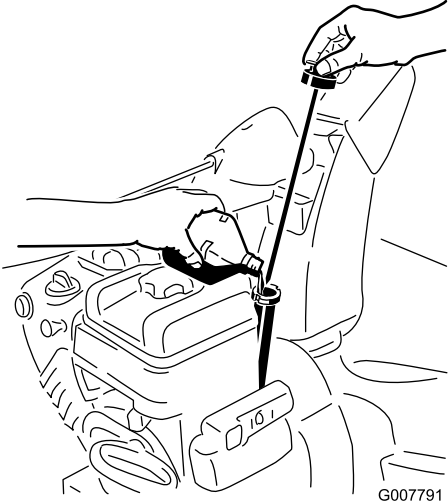

Figure 19
1. Retirez la jauge et versez de l'huile **lentement** dans le goulot de remplissage pour faire monter le niveau de liquide jusqu'au repère du plein (Full) sur la jauge. **Ne remplissez pas excessivement**(Figure 19).